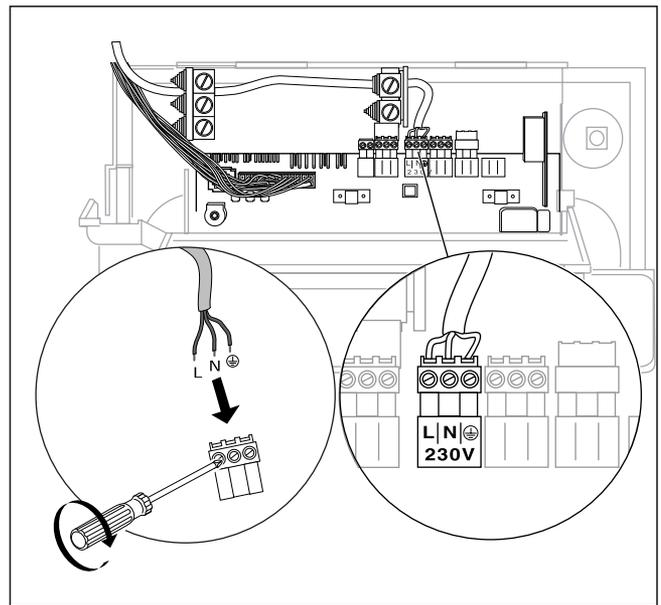

Abb. 4.4 Netzzuleitung anschließen
Die Netzzuleitung und alle weiteren Anschlusskabel (z. B. Heizungspumpe, usw.) können an den jeweils dafür vorgesehenen System Pro E Steckern angeklemt werden (siehe Abb. 4.4 und 4.5).
- Schließen Sie die Netzzuleitung am Pro E-Stecker (siehe Abb. 4.4 und 4.5) fest an.